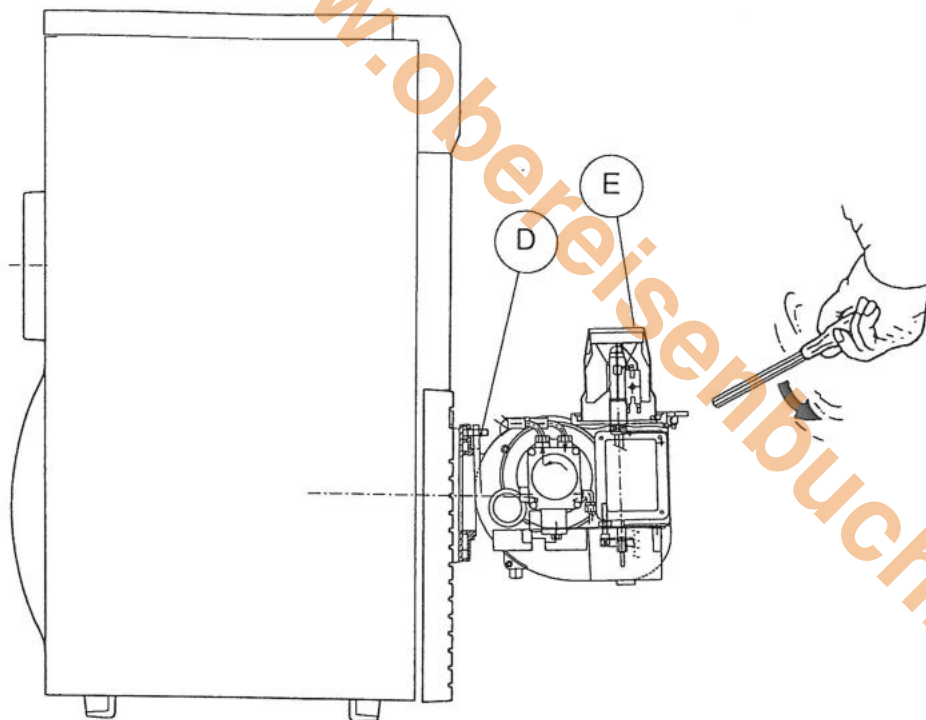

Abb. 12
- Die Verkleidung (B) abnehmen, nachdem man die Schraube (A) gelöst hat; damit werden alle internen Teile zugänglich.
- Die Mutter (C) abschrauben und den Brenner in Serviceposition bringen (Abb. 12)